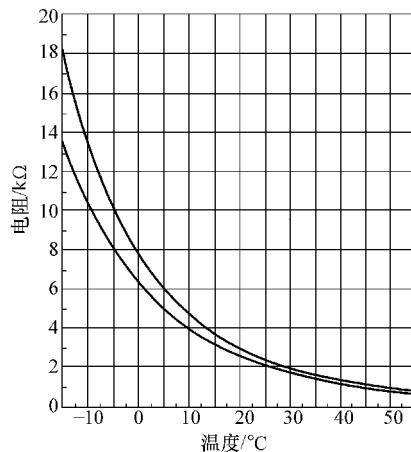

图 7-37 温度传感器电阻值
5) 使用万用表检查车内温度传感器电阻值变化, 如图 7-37 所示。电阻值是否在规定范围内?
- 5) 使用万用表检查蒸发器温度传感器电阻值变化，如图7-37所示。电阻值是否在规定范围内？